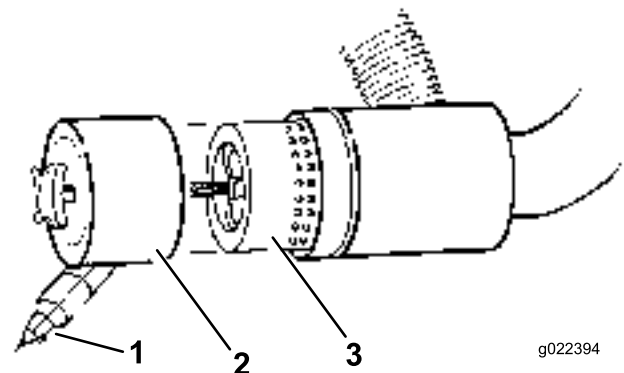

Figura 40
3. Retire y cambie el filtro (Figura 40).